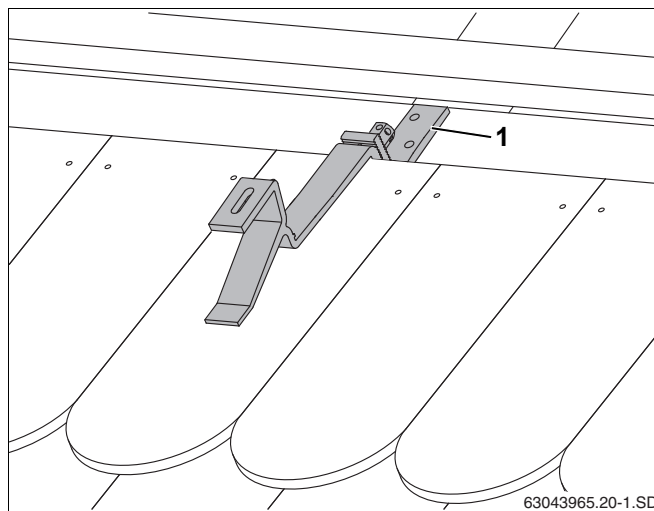

Рис. 18 Установленный кровельный крюк
- Нижнюю часть кровельного крюка сдвиньте вниз настолько, чтобы он прилегал к стропилам или доске/брусу (рис. 18, поз. 1).